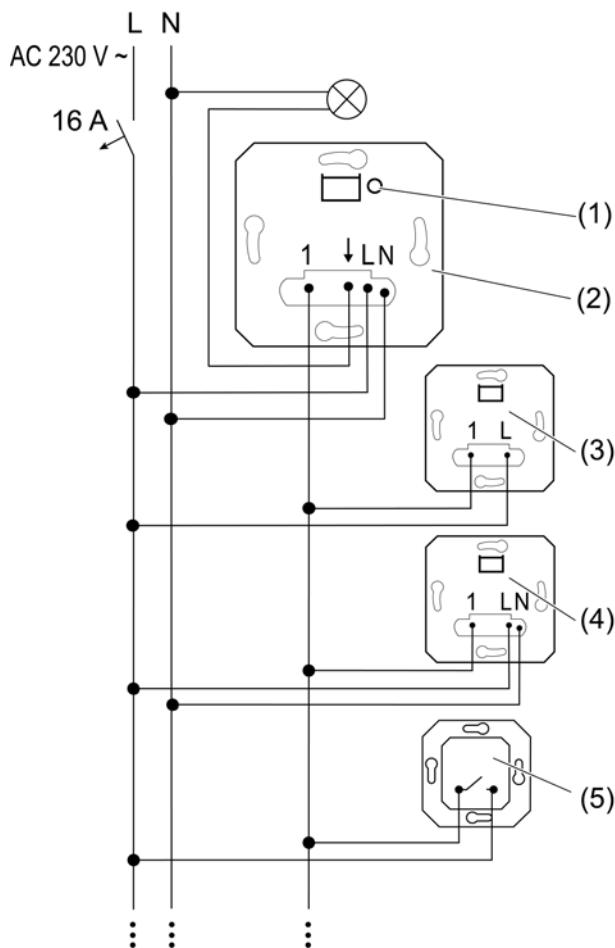
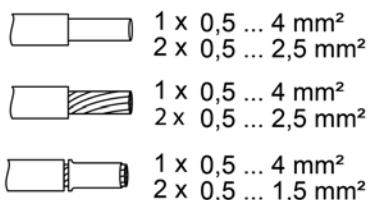

рисунок 1: Схема подключения с дополнительными подчиненными узлами локальной сети
рисунок 2: Максимальное поперечное сечение кабеля для зажимных контактов
- Подключите включающую вставку (2) согласно схеме подключения (рисунок 1). При этом следует учитывать поперечные сечения проводов, на которые могут устанавливаться зажимы (рисунок 2).
- Подключите на выбор 2-проводной подчиненный узел (3), 3-проводной подчиненный узел (4) и замыкающий контакт (5) кнопочного выключателя.
- i** Нагрузку можно включать путем короткого нажатия кнопки TEST (1).